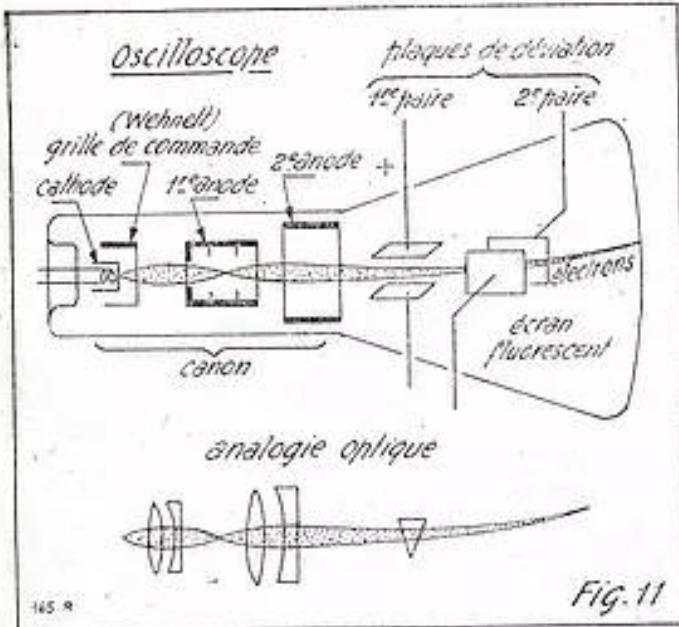

Fig. 11
La figure 11 donne le schéma d'un ensemble de tube cathodique classique.
- Electrostatique (fig. 11),